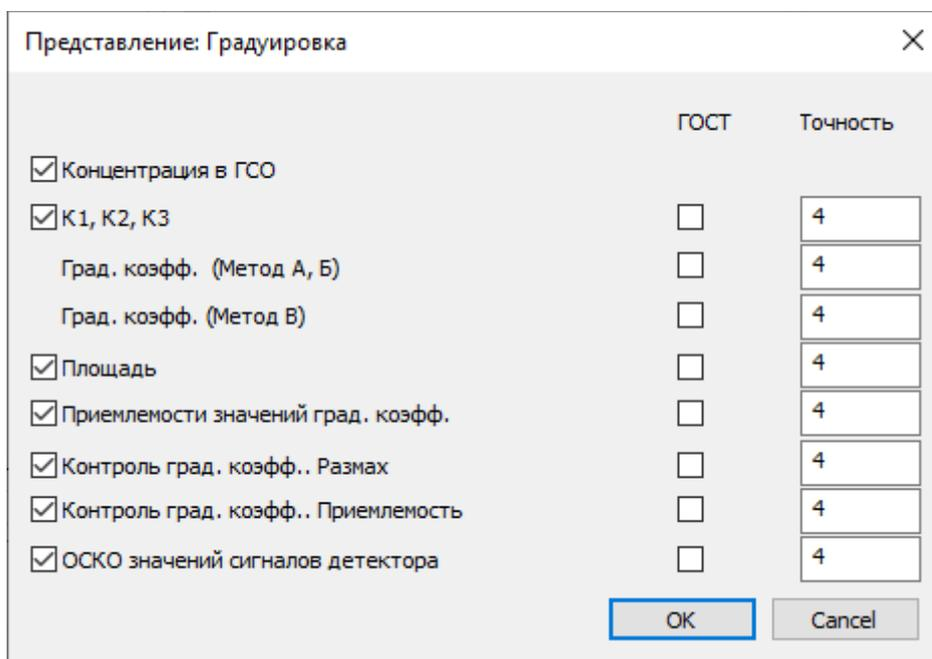

Рис. 20. Представление: Градуировка
- Чтобы настроить представление градуировки, напротив строки *Градуировка* нажмите **Настройки**. Откроется диалоговое окно (Рис. 20).